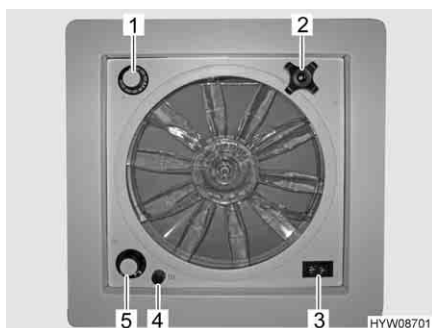

Fig. 35 Oblò con ventilatore
- ▷ Un fusibile da 4 A (Fig. 35,4) protegge da sovraccarico il motore del ventilatore. Se si verifica un sovraccarico: Individuare per prima cosa la causa (ad es. il ventilatore è sporco), poi sostituire il fusibile.
Apertura oblò: ■ Ruotare la maniglia girevole (Fig. 35,2), finché non si raggiunge l'angolo di apertura desiderato.
Aerazione/sfiato: ■ Portare l'interruttore a levetta (Fig. 35,3) su "Aerazione" (flusso d'aria dall'esterno verso l'interno) o "Sfiato" (flusso d'aria dall'interno verso l'esterno).
Spegnimento del ventilatore: ■ Portare l'interruttore a levetta (Fig. 35,3) sulla posizione centrale.
Impostazione della velocità del ventilatore: ■ Posizionare l'interruttore girevole (Fig. 35,5) sul grado desiderato:
Impostazione della temperatura: ■ Ruotare il termostato (Fig. 35,1) fino alla battuta in direzione "blu".